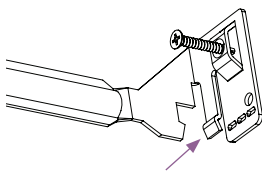

fig. 4
- Pour les plafonds suspendus seulement : Pliez les languettes des barres de fixation pour les verrouiller sur la grille de fixation du plafond (voir la fig. 4).